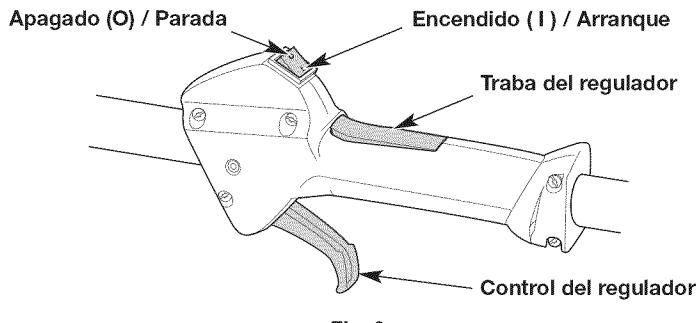
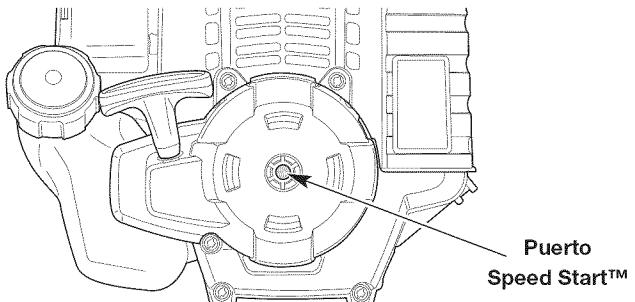

Fig. 9
Fig. 13
- NOTA:** No hay necesidad de encender la unidad. El interruptor de Encendido/Apagado debe estar en la posición ENCENDIDO (I) en todo momento (Fig. 9).
6. **NO** oprima el control del regulador (Fig. 9). Tire de la cuerda con movimiento controlado y firme hasta que la unidad arranque (Fig. 12).
2. Oprima y no suelte el interruptor de control de Encendido y Apagado en la posición APAGADO (O) hasta que el motor se detenga por completo (Fig. 9).
6. **NO** oprima el control del regulador (Fig. 9). Coloque el accesorio Speed Start™ en el puerto Speed Start™ (Fig. 13). Consulte la sección *Operación* del manual del operador del accesorio Speed Start™.